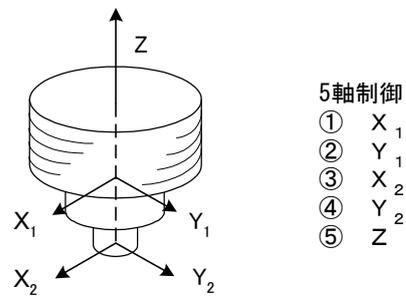

図 3-2 5軸制御の概要
ラジアル磁気軸受 (6) は上下に配置され、アキシアル磁気軸受 (7) は、駆動軸下端部に配置されています。磁気軸受近傍にはそれぞれにギャップセンサ (9) が配置され、ロータ位置を検出しています。図 3-2 に 5 軸制御の概略を示します。回転の自由度以外の 5 軸を制御することによってロータは浮上します。
物体が運動する自由度は6方向あります。ターボ分子ポンプの場合、回転軸（Z軸）まわりの運動自由度を除く、下記の5自由度で運動を制御できます。また、実際には座標変換された図3-2の5軸によりロータを浮上制御しています。